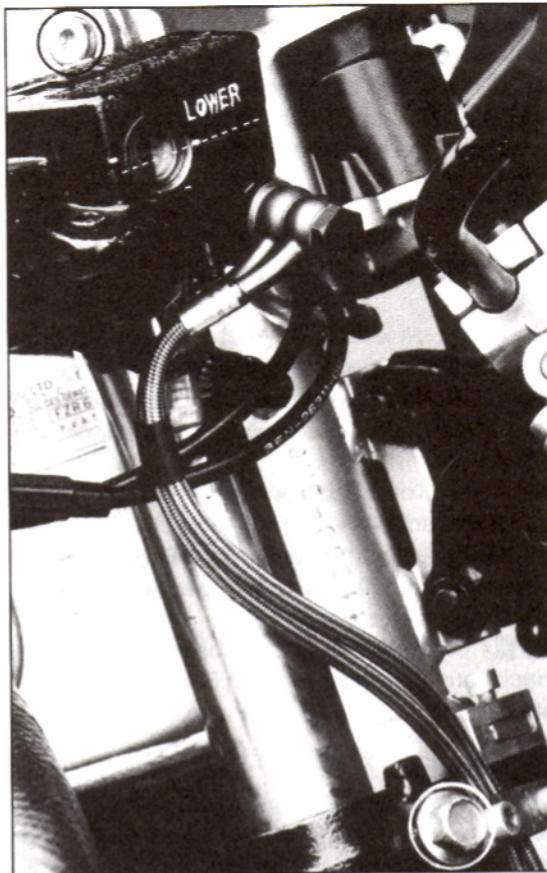

Bild 66
- Gabelklemmfäuste der oberen Gabelbrücke (Innensechskant SW 6) lockern, siehe Bild 66.
- Untere und obere Gabelklemmschrauben wieder anlegen (Anzugsmoment 26 Nm), siehe Bild 66.